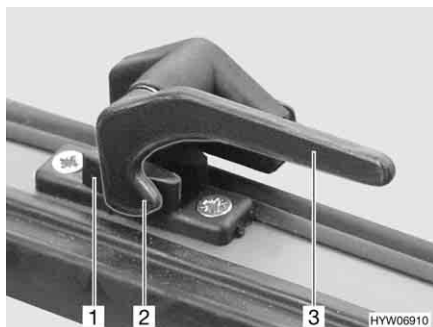

Fig. 17 Leva di serraggio in posizione "Chiuso"
- Ruotare la leva di serraggio (Fig. 17,3) di un quarto di giro verso il centro della finestra.
- Ruotare la leva di serraggio (Fig. 17,3) di un quarto di giro verso il telaio della finestra. Il nasello di chiusura (Fig. 17,2) si trova sul lato interno della chiusura della finestra (Fig. 17,1).
- In posizione "Completamente chiusa" (Fig. 17).